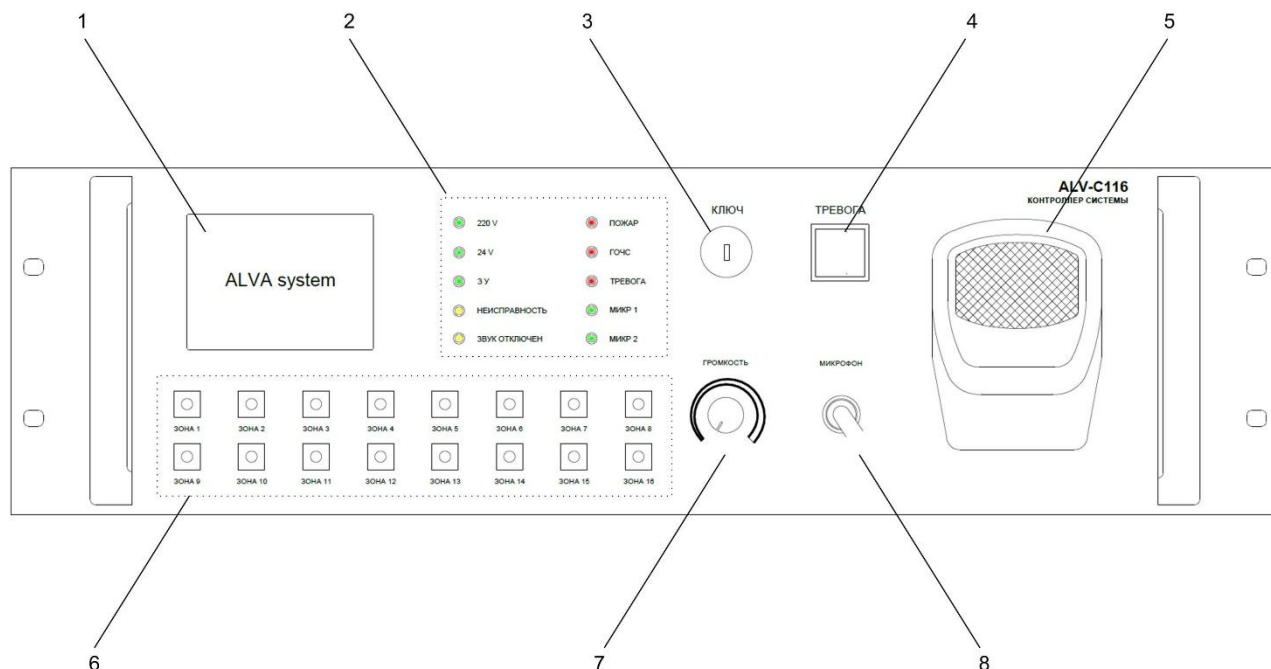

Рис. 1
- Любое другие значения сопротивления линии связи, воспринимается контроллером ALV-C116 как авария линии связи между ППКП и контроллером ALV-C116. ПУ зажигает на передней панели индикатор аварии линий (рис. 1, поз. 4) соответствующий номеру неисправной линии и периодически издает звук зуммера.